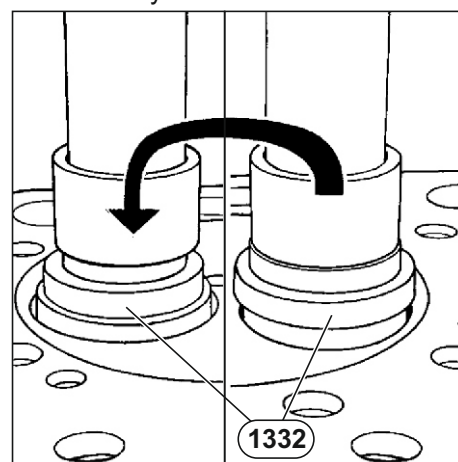

Рис. 61. Установка седел клапанов.
2. Запрессовать седла клапанов в головку цилиндров, используя приспособление 1332 и пресс (см. Рис. 61).